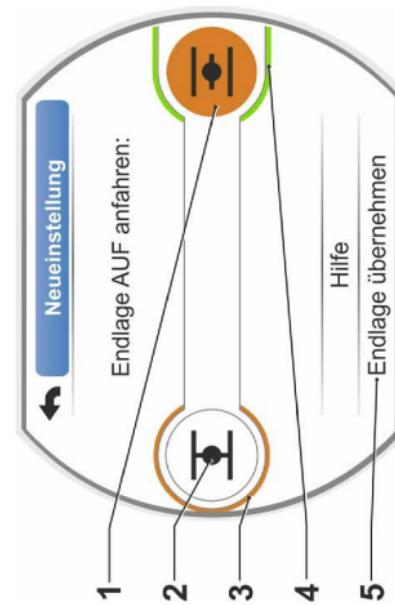

Abb. 4: Endlage in Richtung AUF anfahren
Es wird das Verfahren in Richtung AUF angeboten: Symbol Endlage AUF ist orange hinterlegt (Abb. 4, Pos. 1). Soll in die andere Richtung verfahren werden, Drive Controller drehen und die orangene Markierung auf das Symbol ZU (Abb. 4, Pos. 2) stellen.
- Endlage ZU = drehmomentabhängig (Abb. 4, Pos. 3) und